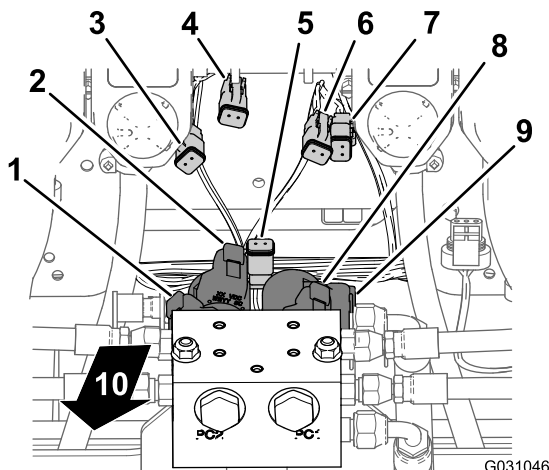
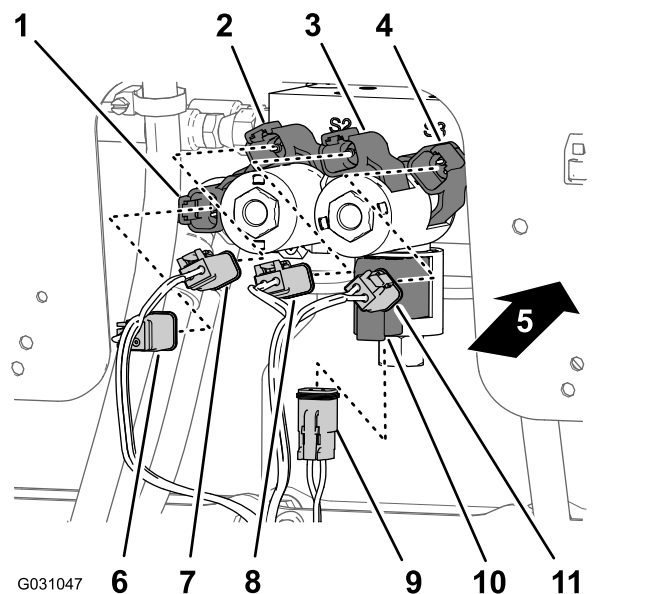

Рисунок 104
Рисунок 105
1. В нижней части коллектора подъемного цилиндра подсоедините 2-гнездовой разъем заднего жгута проводов с маркировкой **Enable Solenoid** (Электромагнит включения) к 2-штыревому разъему электромагнита включения (Рисунок 104 и Рисунок 105).
2. В месте расположения нижнего правого электромагнита подсоедините 2-гнездовой разъем с маркировкой **Right Down** (Опускание правого цилиндра) заднего жгута проводов к 2-штыревому разъему электромагнита опускания правого цилиндра (Рисунок 104 и Рисунок 105).
- подъема правого цилиндра (Рисунок 104 и Рисунок 105).
- В месте расположения нижнего левого электромагнита подсоедините 2-гнездовой разъем с маркировкой **Left Down** (Опускание левого цилиндра) заднего жгута проводов к 2-штыревому разъему электромагнита опускания левого цилиндра (Рисунок 104 и Рисунок 105).